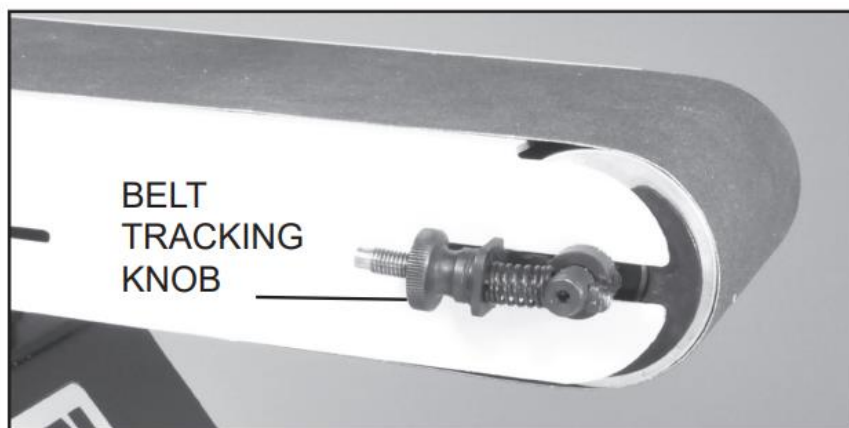

Рис.24.
8. Регулировка шлифовальной ленты по центру барабанов устанавливается на заводе. Если необходимо произвести регулировку, необходимо включить шлифовальную машину. Рис. 24.